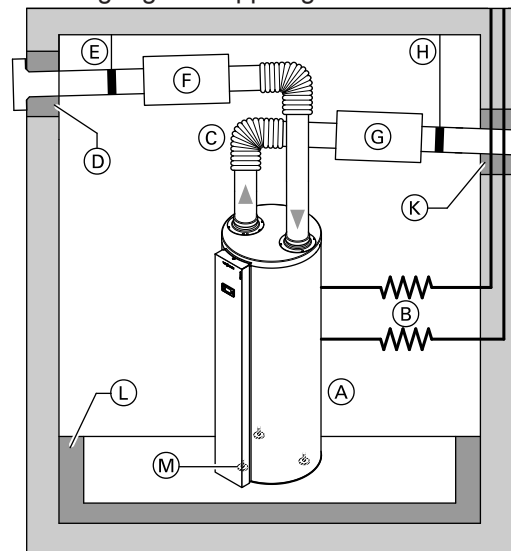

Abb. 11
- Leitungen, Wanddurchführungen und Anschlüsse an die Warmwasser-Wärmepumpe können zur Geräuschreduzierung schwingungsgedämpft ausgeführt werden: Siehe Abb. 11.